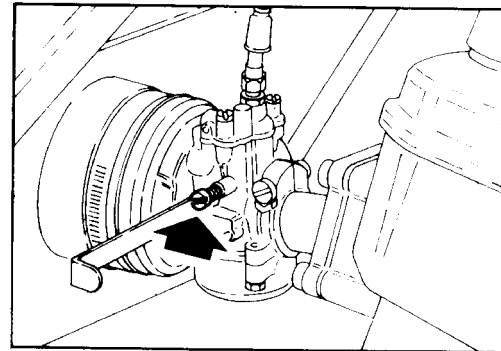

Fig. 35
- Regolare la vite del minimo (fig. 35) in modo da ottenere una rotazione costante del motore a circa 1500 giri/minuto.